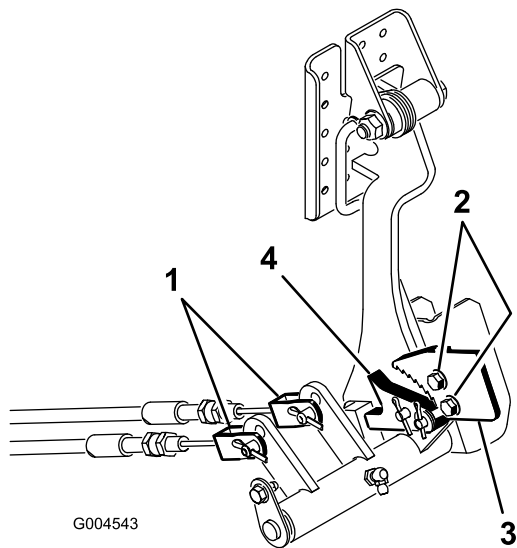

Figura 74
1. Retire os contrapinos e os pinos de forquilha que prendem os cabos do travão na haste do pedal do travão (Figura 74).
2. Solte os 2 parafusos que prendem a lingueta do travão de mão à estrutura (Figura 74).
3. Carregue no pedal do travão para a frente até o detentor do travão engatar completamente na lingueta do travão (Figura 74).